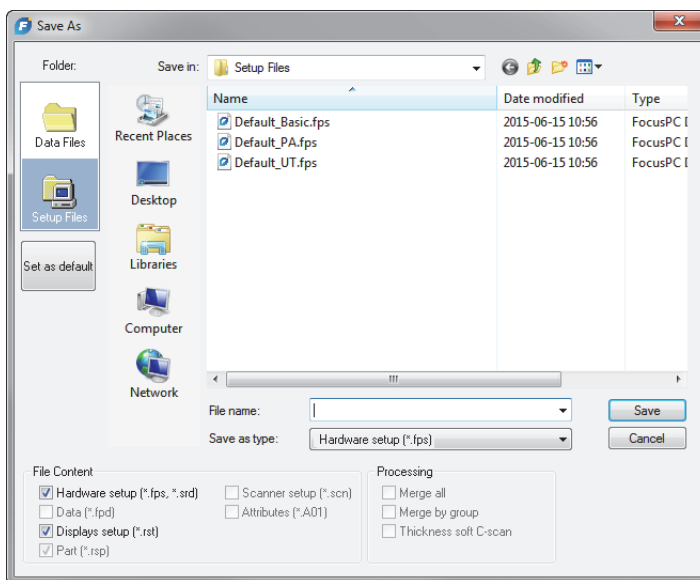

図 4-2 [Save As] ダイアログボックス
2. 表示された [Save As] ダイアログボックスで (103 ページの図 4-2)、次の手順に従います。